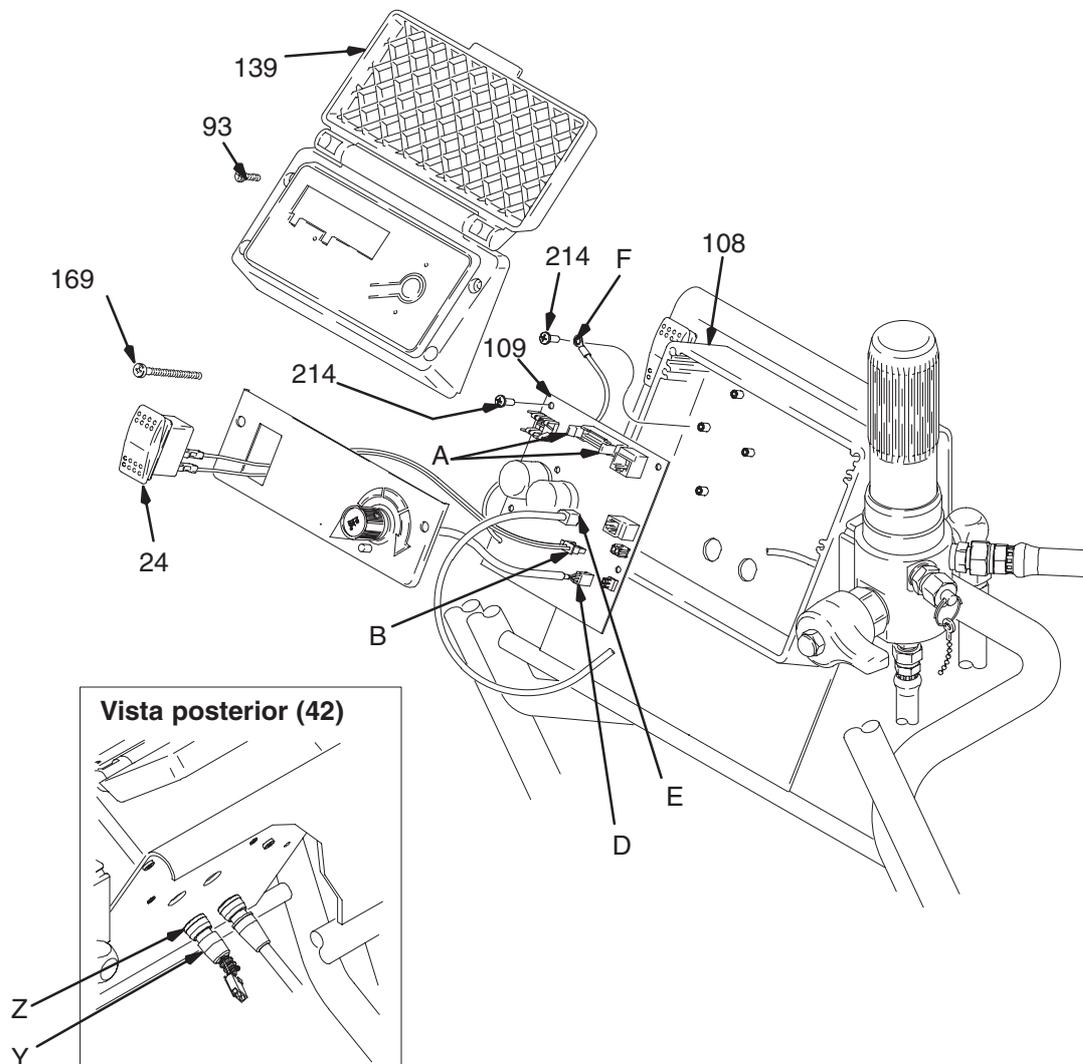

Fig. 6
2. Fig. 6. Retire los cuatro tornillos (93) y la tapa de la pantalla de visualización (139).
3. Abra las aletas del conector de la pantalla de visualización (A) de la tarjeta del PC y saque el conector de visualización.
4. Desenchufe el conector (B) del interruptor de ENCENDIDO/APAGADO (B) de la tarjeta PC.
5. Oprima las dos lengüetas de retención situadas a ambos lados del interruptor de ENCENDIDO/APAGADO (24) y desmonte éste.
- Fig. 6. Retire los cuatro tornillos (93) y la tapa de la pantalla de visualización (139). Abra las aletas del conector de la pantalla de visualización en la tarjeta PC y saque el conector de visualización.
- Cable (D) desde el potenciómetro.
- Cable (E) desde el transductor.
- Retire el conector (A) del interruptor de ENCENDIDO/APAGADO (24).
- Fig. 6. Retire los seis tornillos (214) de la tarjeta de control (109) y el cable verde de masa.
- Retire los dos conectores (Y) de la parte trasera del control de presión. Retire las contratuercas (Z) y la tarjeta de control (109).
- Fig. 6. Instale la tarjeta de control (109) y la contratuerca (Z). Instale los dos conectores (Y) en la parte trasera del control de presión.
- Instale el cable verde de masa y la tarjeta de control (109) con seis tornillos (214).
- Enchufe el conector (A) del interruptor de Encendido/Apagado (24).
- Cable (E) al transductor.
- Cable (D) al potenciómetro.
- Fig. 6. Empuje el conector de la pantalla de visualización en la tarjeta PC, cierre las aletas del conector de la pantalla de visualización de la tarjeta de PC. Instale la tapa de la pantalla de visualización (139) con los cuatro tornillos (93).
- Fig. 6. Retire los cuatro tornillos (93) y la tapa de la pantalla de visualización (139).
- Desconecte el cable (E) de la tarjeta de control (109).
- Retire los dos tornillos (201) que conectan el alojamiento de control (108) al alojamiento del filtro (200e). Desde el interior de la caja de control, tire del conector del transductor para sacarlo del alojamiento de control (108).
- Fig. 6. Instale la junta tórica (200r) y el transductor de control de presión (200p) en el alojamiento del filtro (200e). Apriete a un par de 40,6–48,8 N.m.
- Instale el cable del transductor a través de la caja de control. Instale el alojamiento del filtro y el espaciador a la caja de control con dos tornillos (201).
- Conecte el cable (E) a la tarjeta de circuito impreso de control del motor (109).
- Instale la tapa de la pantalla de visualización (139) con los cuatro tornillos (93).
- Desconecte el cable (D) de la tarjeta de control (109).
- Afloje los tornillos de fijación del botón del potenciómetro (19) y saque el botón, la tuerca del eje, la arandela de seguridad y el potenciómetro de ajuste de la presión (81).
- Saque la junta (148) del potenciómetro (81).
- Instale la junta (148) en el potenciómetro (81).
- Fig. 6. Instale el potenciómetro de ajuste de presión (81), la tuerca del eje, la contratuerca y el botón del potenciómetro (19).
- Gire el eje del potenciómetro (81) en sentido horario hasta el tope interno. Monte el mando del potenciómetro (19) en el pasador de la placa (23).
- Conecte el cable (D) a la tarjeta de control (109).